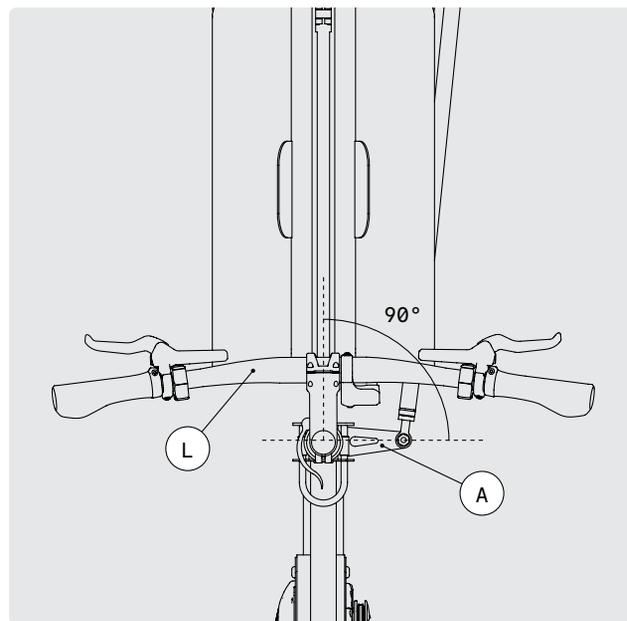

FIG. 30
Una regolazione della rettilineità è presente quando la barra A non è più a un angolo di 90° rispetto al telaio quando il manubrio L è dritto e la ruota anteriore è dritta, come mostrato nella fig. 30.
- 1 Allentare il dado di bloccaggio del golfare con una chiave fissa da 17 mm (fig. 30).